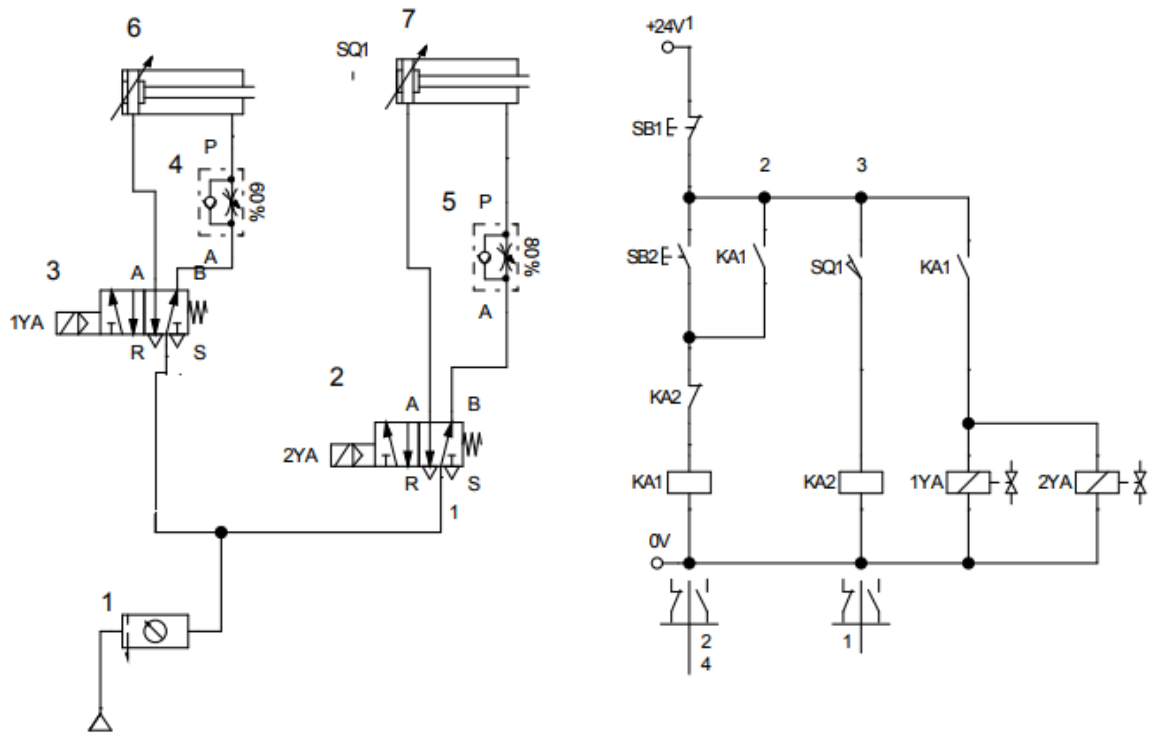

图 H 6 双气压双缸联动气动回路和电气控制线路
(1) 任务描述 用气压系统实现双气压双缸联动，气动回路图和电气回路图如下图 H 6 所示。